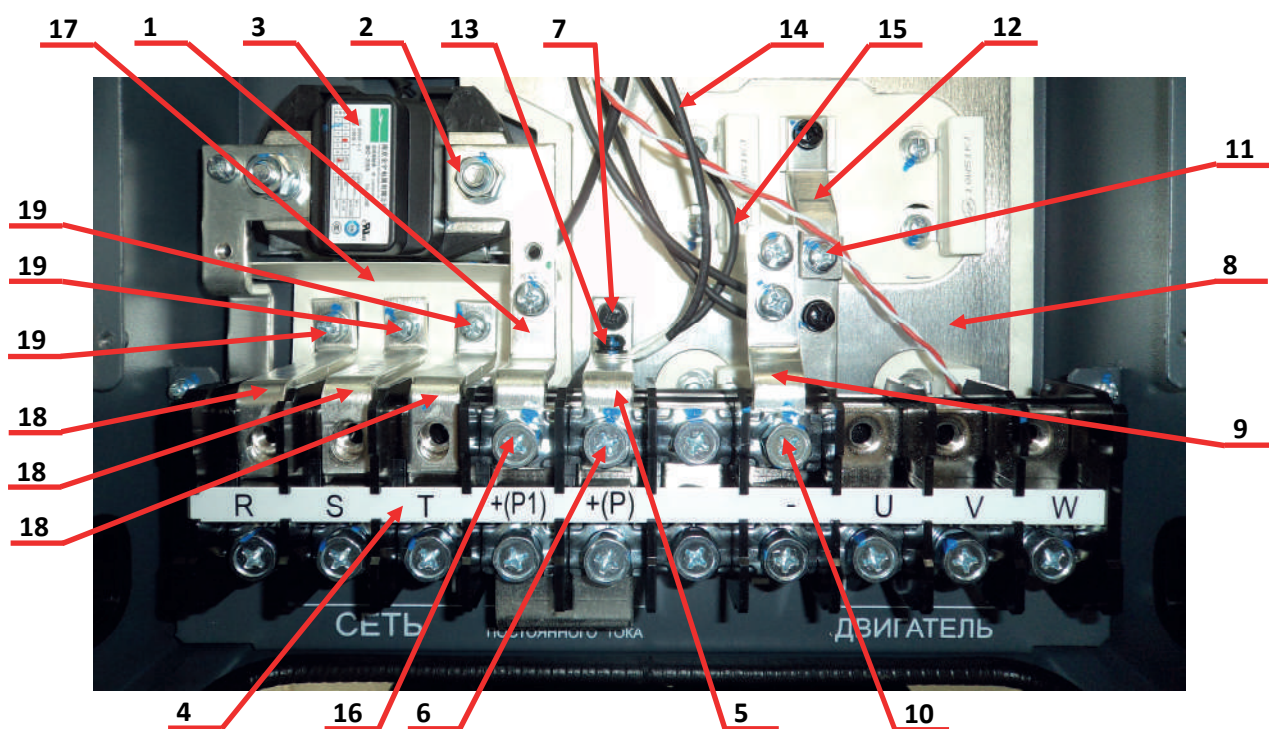

Рис.7.23
- 7.7.3. Установить шину поз.1 и зафиксировать её гайкой поз.2 на винтовой клемме контактора поз.3 (рис.7.23). Другой конец шины зафиксировать винтом поз.16 на клемме «+(P1)» клеммной колодки поз.4.
- 7.7.6. Закрепить винтом поз.13 на шине поз.5 кольцевые наконечники с маркировкой «P» кабеля 4.4.30 поз.14 и кабеля 4.4.31 поз.15 (рис.7.23).
- 7.7.7. Установить изоляционную прокладку поз.17 на клеммах диодного моста (рис.7.23)
- 7.7.9. Расположить варисторную сборку поз.1, как показано на рисунке 7.24. Винтами поз.2 зафиксировать кольцевые наконечники варисторной сборки и шины (см. рис. 7.23, поз.18) на клеммах R, S, T клеммной колодки поз.3. Вкрутить винт (поз.4) соединения общего провода варисторной сборки.